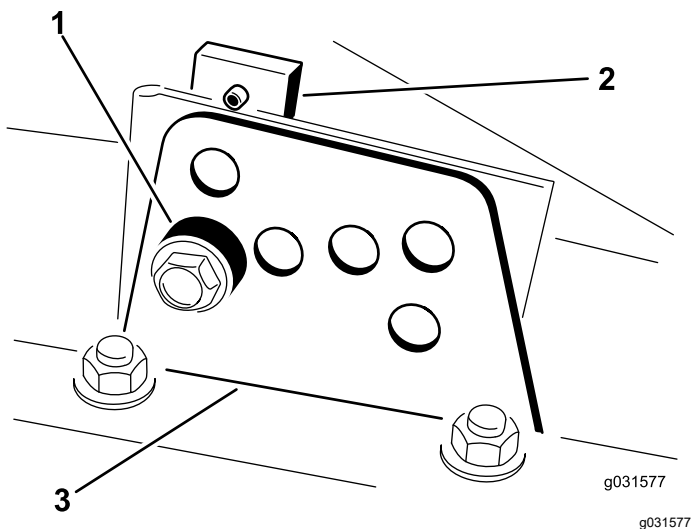

Figura 13
2. Afloje el perno que sujeta cada soporte de altura de corte a la pletina de altura de corte (delante y en cada lado), según se muestra en la Figura 13.
4. Sostenga la cámara y retire el espaciador (Figura 13).